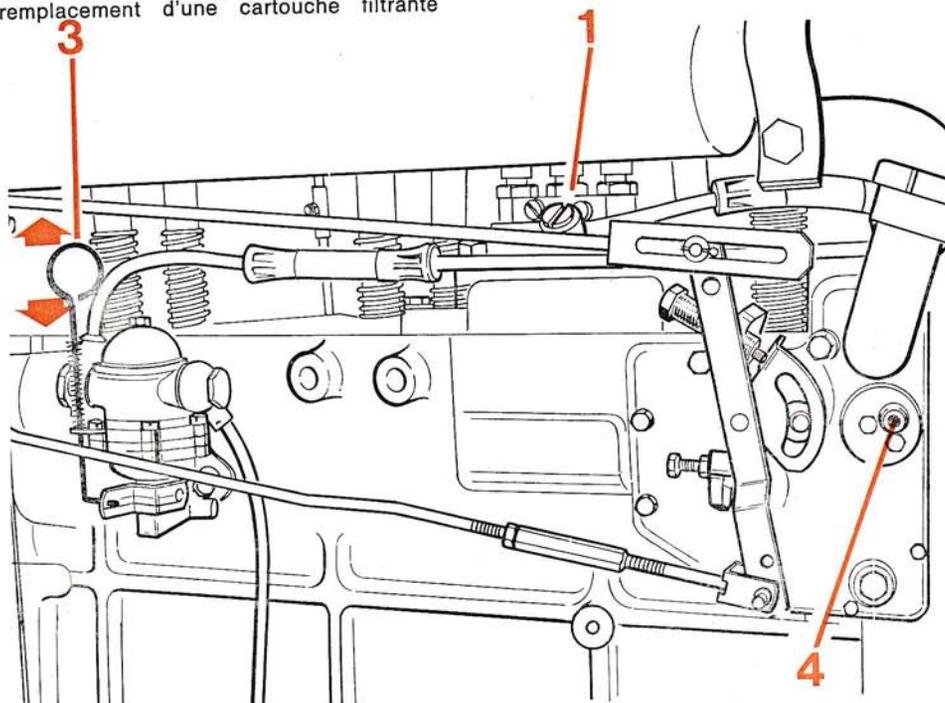

Fig. 24
Après avoir effectué les trois premières opérations décrites dans le chapitre précédent, tirer le bouton de surcharge (4) placé sur le côté de la pompe d'injection (fig. 24).